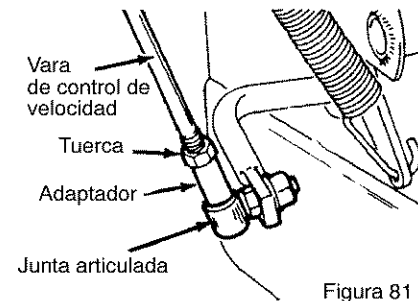

Figura 81
2. Afloje la **contratuerca** hexagonal en la **vara de control de velocidad**. Quite la **junta articulada** del **eje de cambios** (consulte la Figura 81).
4. Gire el **adaptador** hasta que la **junta articulada** quede alineada con el agujero de montaje en el **eje de cambios** (consulte la Figura 81). Una vez alineada, instale la **junta articulada** en el **eje de cambios**.